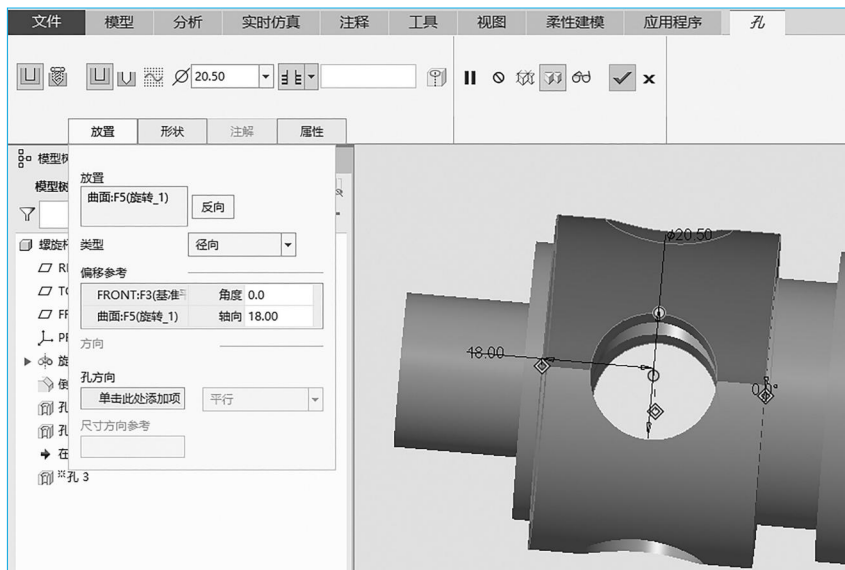

图 2-75 孔 2 设置
(3) 利用孔命令创建简单孔 2。单击  按钮，设置孔径为 20.5，深度为贯通，单击放置按钮，选择柱面为放置面，放置类型为径向，拖动两个红色把控按钮分别至 FRONT 基准面和柱面左端面，如图 2-75 所示。完成放置设置，单击确定完成孔创建。